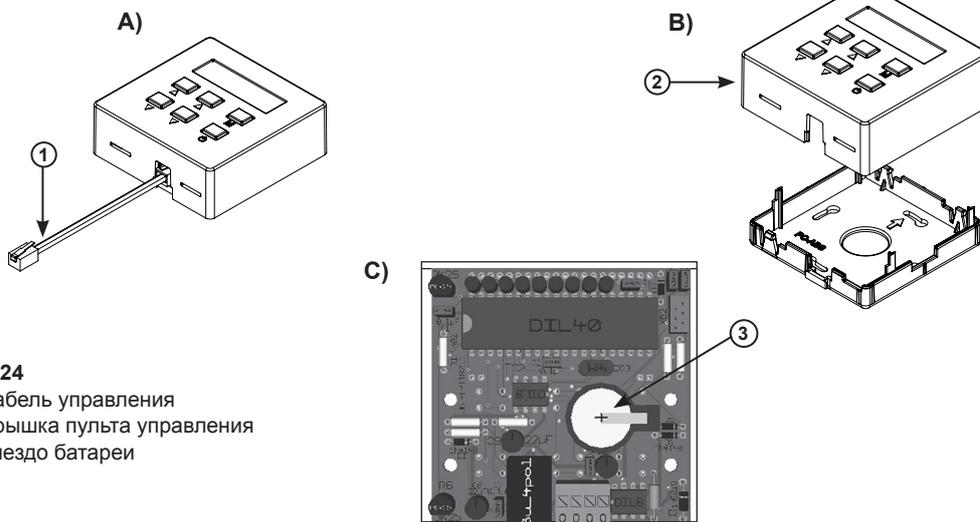

Рис. 24
- Отсоедините кабель управления (1) от нижнего разъема пульта.
- Снимите крышку (2) пульта управления.
- Гнездо (3) батареи расположено на плате. Удалите батарею и установите новую, как показано на рис. 24 С.